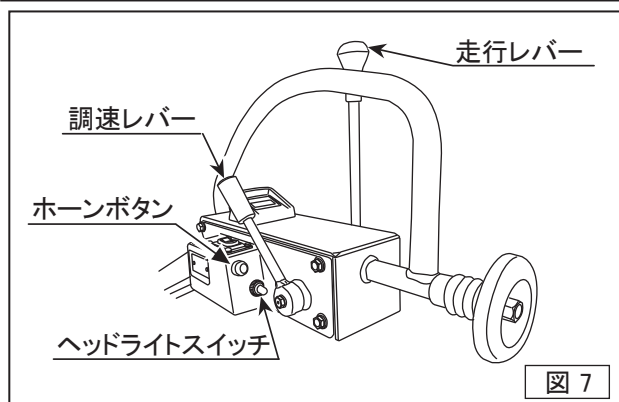

図7
- 各レバーやワイヤー、油圧ポンプが確実に作動するか点検します。特に油圧ポンプに異常が発生している場合給脂をし、それでも異常が直らない場合は速やかに修理を行ってください。ホーンボタンを押して、ホーンが正常に鳴るかを確認してください。ヘッドライトスイッチを入れてヘッドライトが点灯するかを確認してください。(図7)